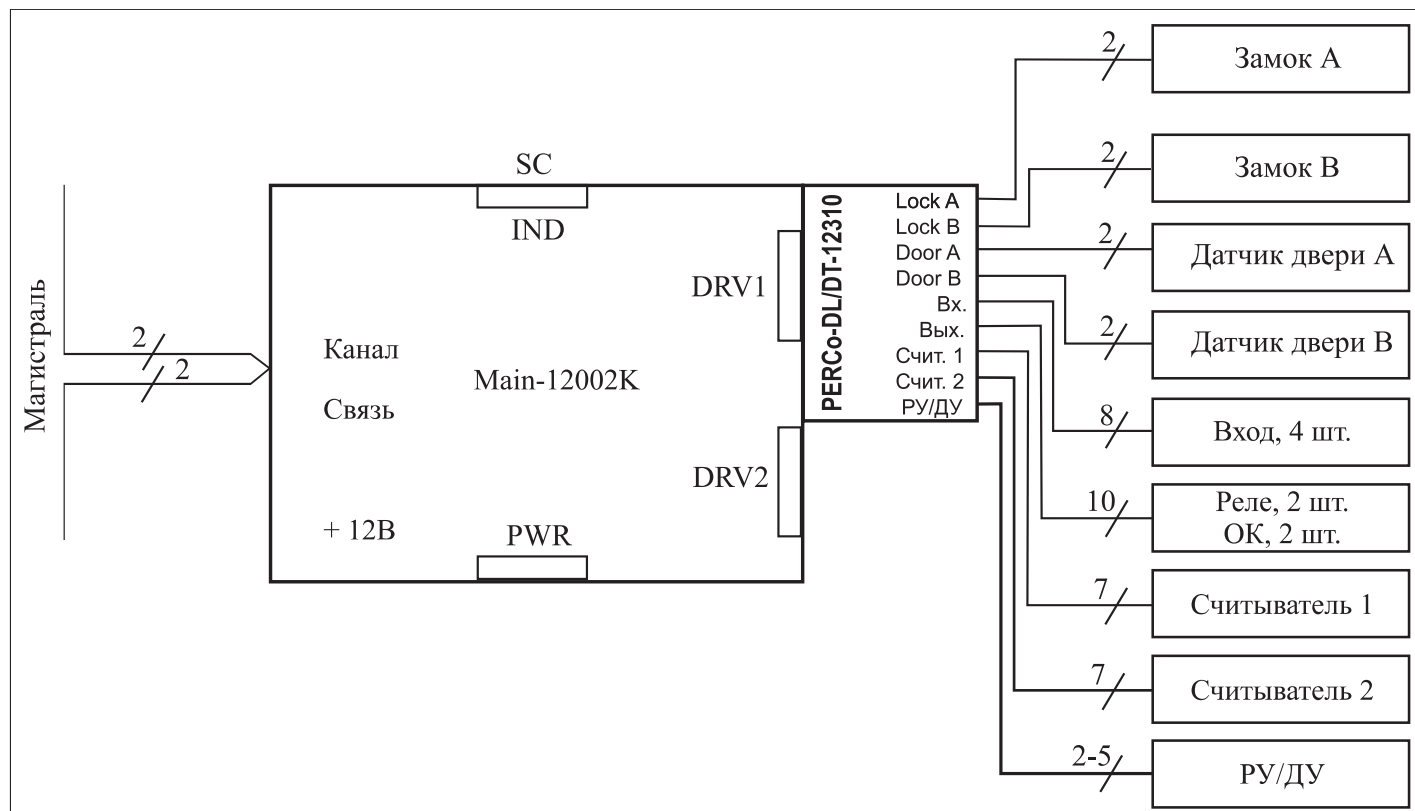

Рисунок 4 – Подключения к PERCo-DL/DT-12310, вариант «Замок»
2.2.4.1 Подключение питания (см. Рисунок 4, Приложение В)
2.3.1 Питание (см. Рисунок 4, Приложение В)